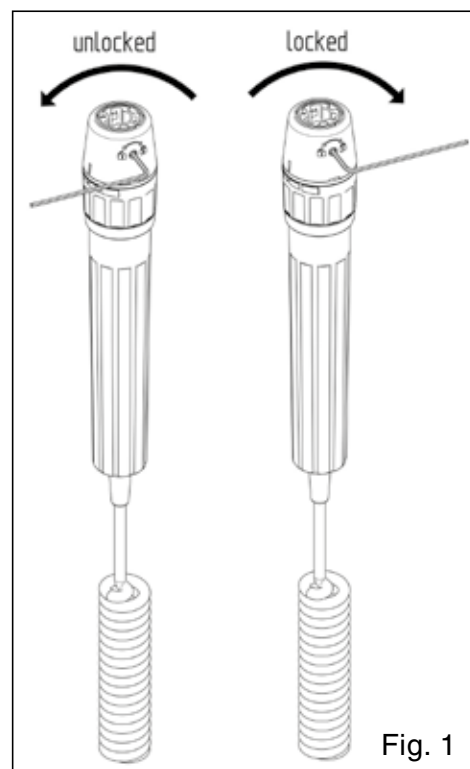

Fig. 1
- Les instruments montés peuvent être sécurisés pour éviter tout retrait non autorisé en procédant comme illustré à la fig. 1 à l'aide d'une clé à six pans.